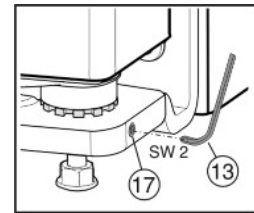

Fig. 17
- ▶ De borgpen Fig. 17 (17) een stukje uitdraaien (ongeveer een slag).
- ▶ Borgpen Fig. 17 (17) weer aandraaien om de lagerbout vast te zetten.